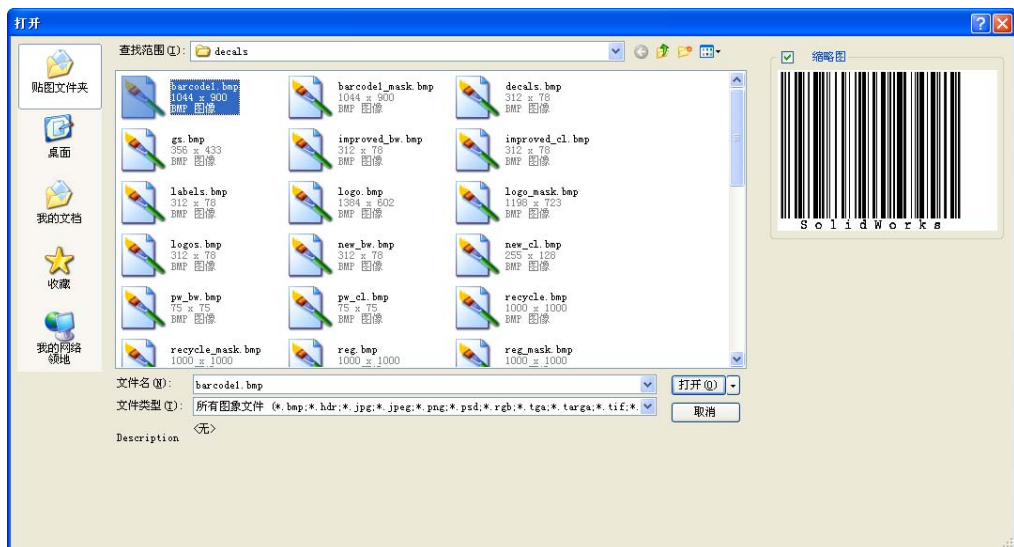

图 8-53 “打开”对话框
(2) 打开“图像”选项卡，在“贴图预览”选项组中显示图标，在“图像文件路径”列表中显示图片路径，单击 **浏览(B)...** 按钮，弹出“打开”对话框，选择所需图片，勾选“缩略图”复选框，在右侧显示图片缩写，如图 8-53 所示。